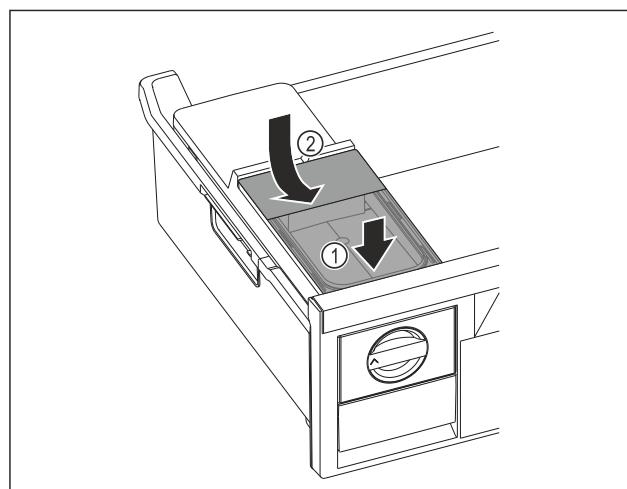

Fig. 101
- Установите бак для воды спереди. Fig. 101 (1)
- Опустить бак для воды сзади. *Fig. 101 (2)*.